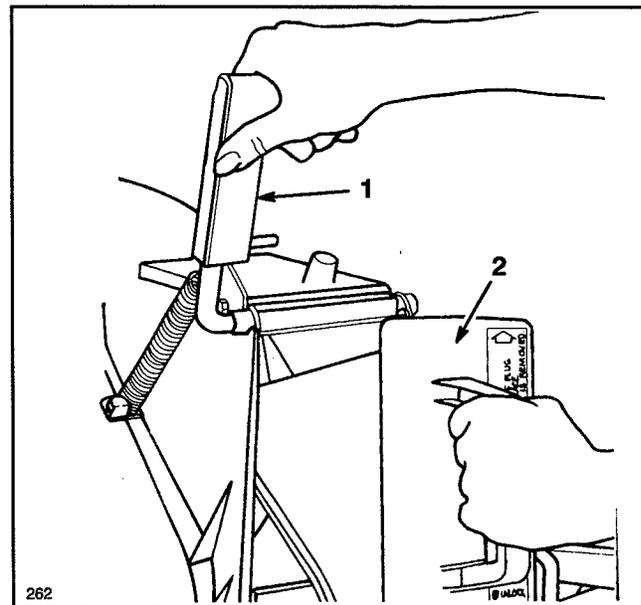

Figure 12
1. Ouvrir le volet d'éjection en tirant la poignée vers soi pour le rabattre vers l'arrière (ouverture vers l'intérieur), (Fig. 12). Maintenir la poignée en position d'ouverture pour empêcher que le ressort ne referme le volet pendant l'insertion de l'obturateur.
2. L'obturateur étant légèrement plus large que l'ouverture du conduit de l'éjecteur, le tourner légèrement vers la droite pour l'insérer (Fig. 12). La flèche apposée sur l'obturateur doit pointer vers le haut.